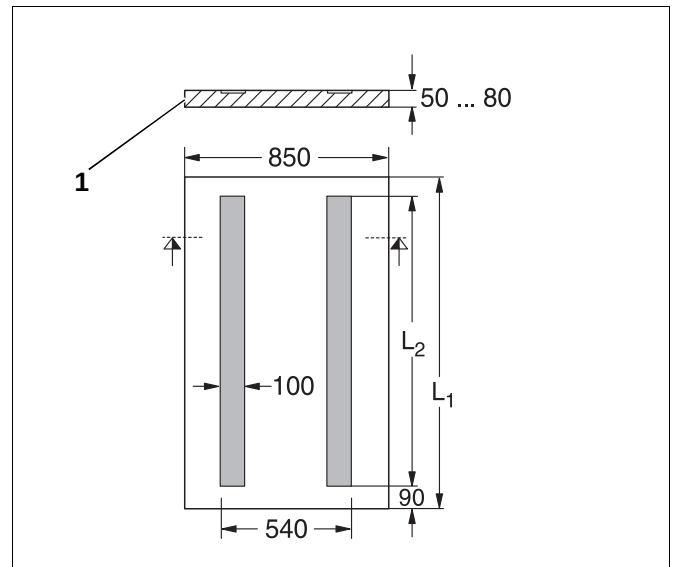
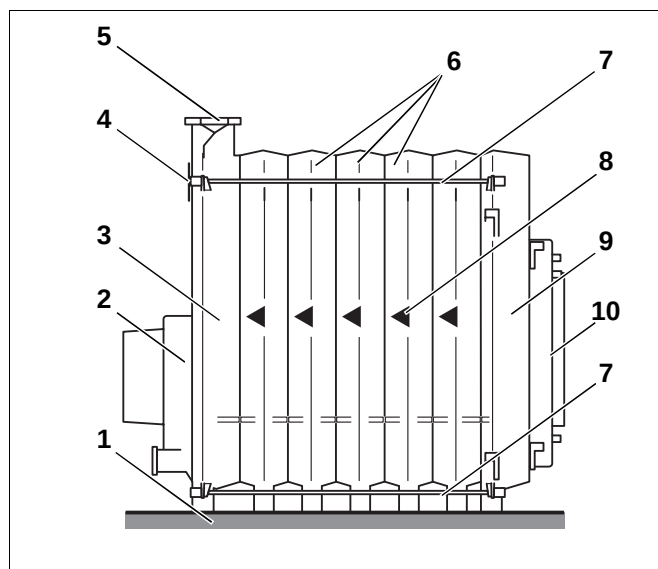

Fig. 3 Fundamentmål
Fig. 5 Kjelblokk
Det er en fordel å plassere kjelen på et 5 – 8 cm høyt fundament (fig. 5, **pos. 1** hhv. fig. 3, **pos. 1**). Dette fundamentet må være helt jevnt og vannrett. Kjelens fremre kant skal ligge i flukt med fundamentets kant.
Hvis det ikke brukes et slikt fundament, kan det bygges et betongfundament på oppstillingsstedet. Ved bygging av dette fundamentet kan det legges inn vinkeljern på 100 x 50 x 8 mm eller flattjern på 100 x 5 mm, slik at kjeleelementene kan beveges under monteringen av kjelen (se fig. 3 og tabellen nedenfor).
Ved montering av kjelblokken skal man alltid starte bakfra og arbeide seg fremover, med bakelementet som første del fig. 5, **pos. 3**. Forelementet (fig. 5, **pos. 8**) er alltid det siste elementet som monteres.
Under sammenbyggingen skal det tas hensyn til innbyggingsretningspilene (fig. 5, **pos. 7**) og anvisningene og figurene nedenfor skal følges!
Forklaring (fig. 5):